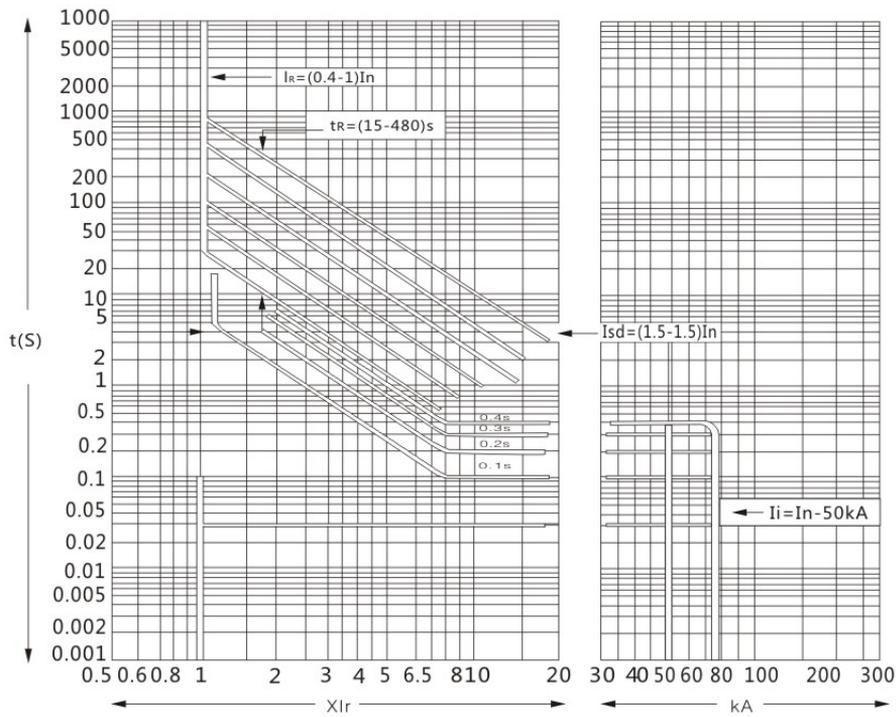
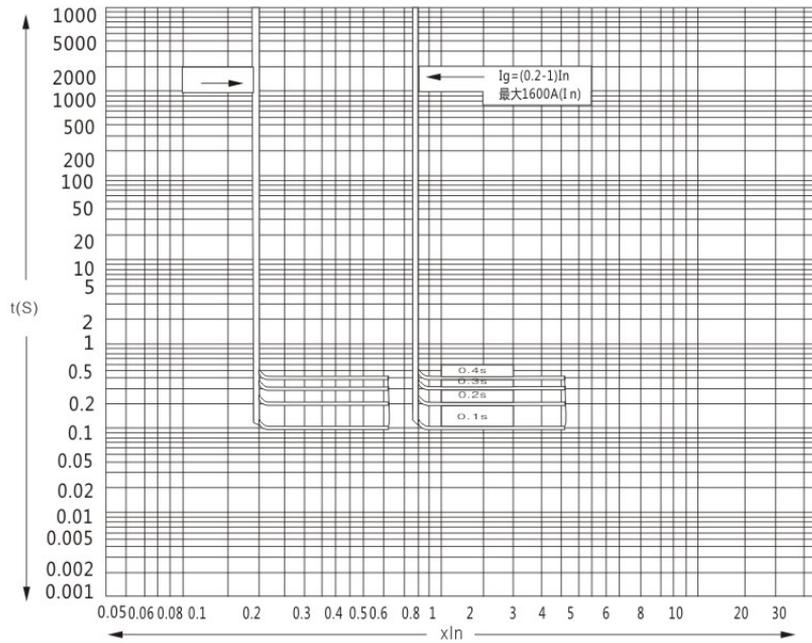

图1 过电流脱扣器保护特性曲线
图2 接地故障保护特性曲线
5.1过电流脱扣器保护特性曲线见图1，接地故障保护特性曲线见图2。